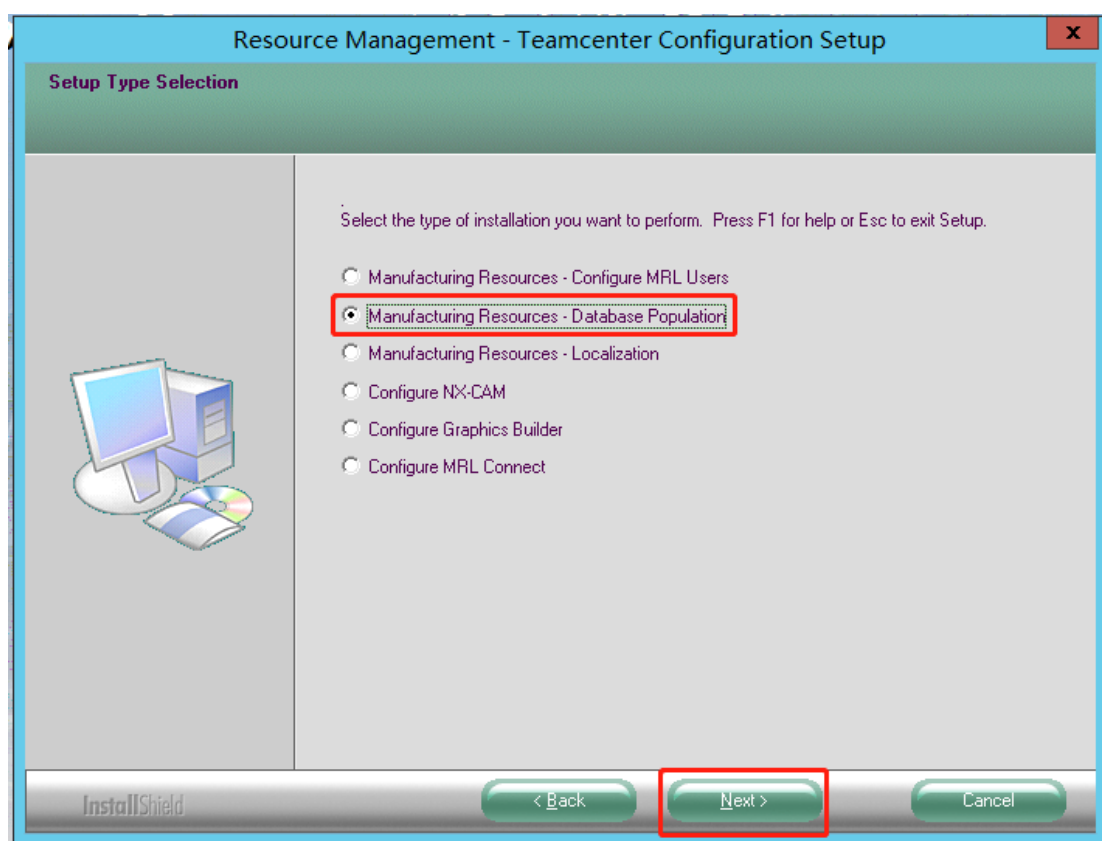

图 4
4. 完成创建 MRL 资源表的用户组织后，再回到此界面，选择 Manufacturing Resources-Database Population，开始安装分类层次结构（如图 4）：